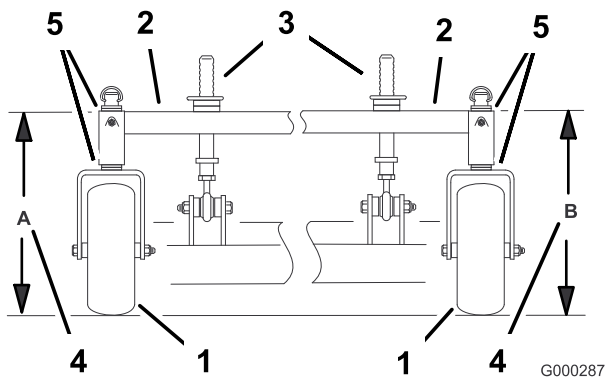

Figura 63
4. Mida la altura del bastidor de tiro en la posición A (Figura 63).
5. Mida la altura del bastidor de tiro en la posición B (Figura 63).